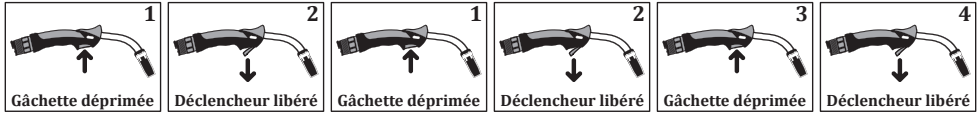

Figure 17 : Utilisation de la Position 2
- La position 2 fonctionne comme indiqué à la figure 17.